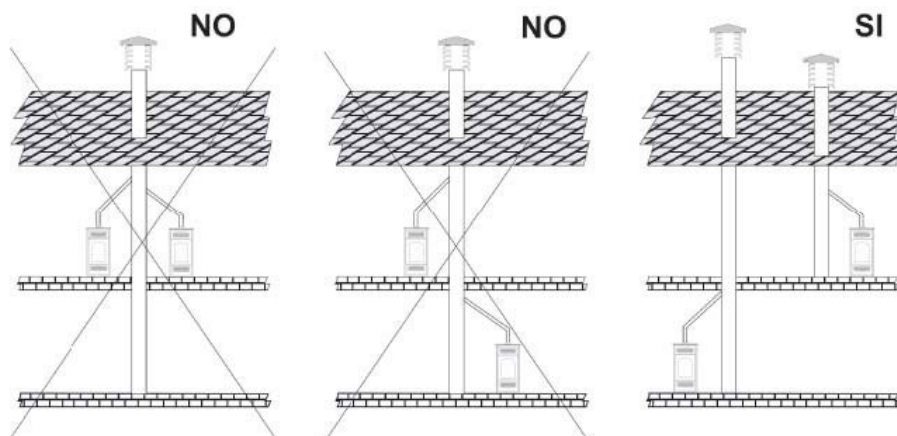

Fig 1
- Non deve essere collegata a nessun altro caminetto, stufa, caldaia, o cappa aspirante di nessun tipo (*fig.1*).